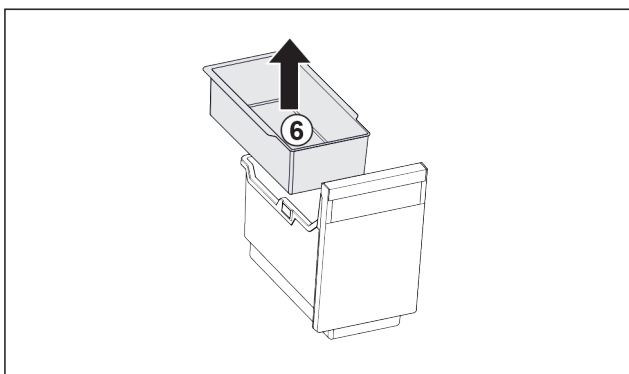

Fig. 170
- ▶ Vegye ki a beakasztható tálcat Fig. 170 (6).